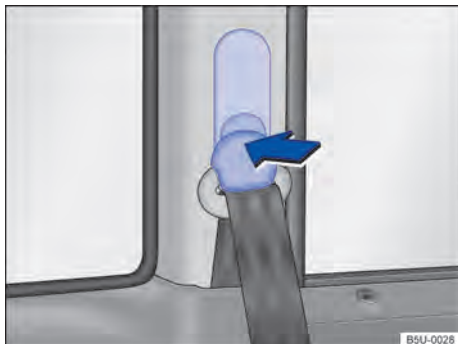

Fig. 29 Ao lado dos bancos dianteiros: regulagem de altura do cinto de segurança.
- Pressionar o dispositivo regulador no sentido da seta e mantê-lo pressionado → Fig. 29.